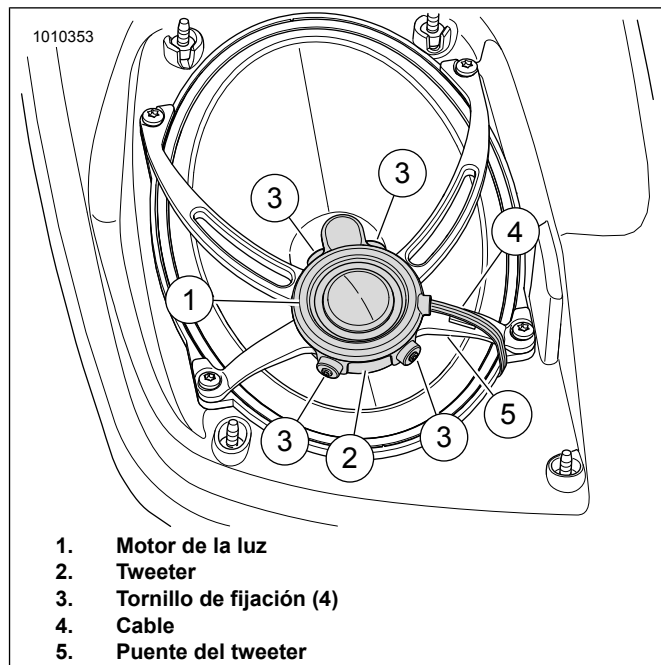

Figura 21. Instalación del motor de la luz
Consulte la Figura 21. Coloque el motor de la luz (1) en el puente del tweeter (2) como se muestra. Comprima suavemente el motor de la luz en su lugar.